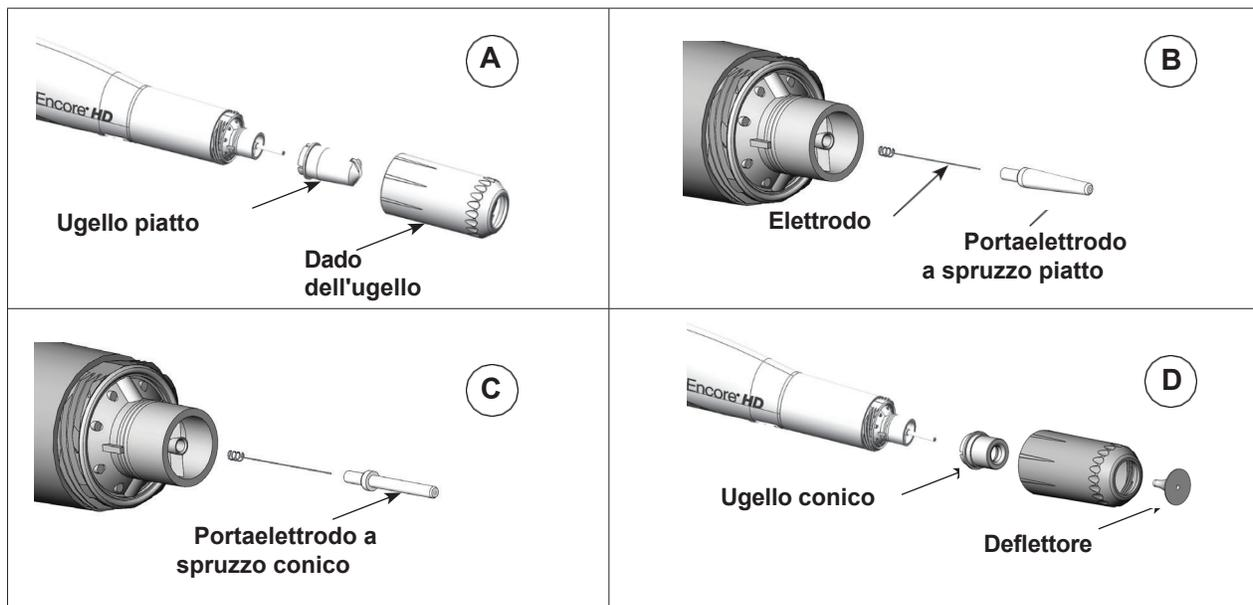

Figura 7 Conversione da un ugello di spruzzo piatto a un ugello di spruzzo conico
2. Convertire il portaelettrodo e l'ugello. Vedere la Figura 7.